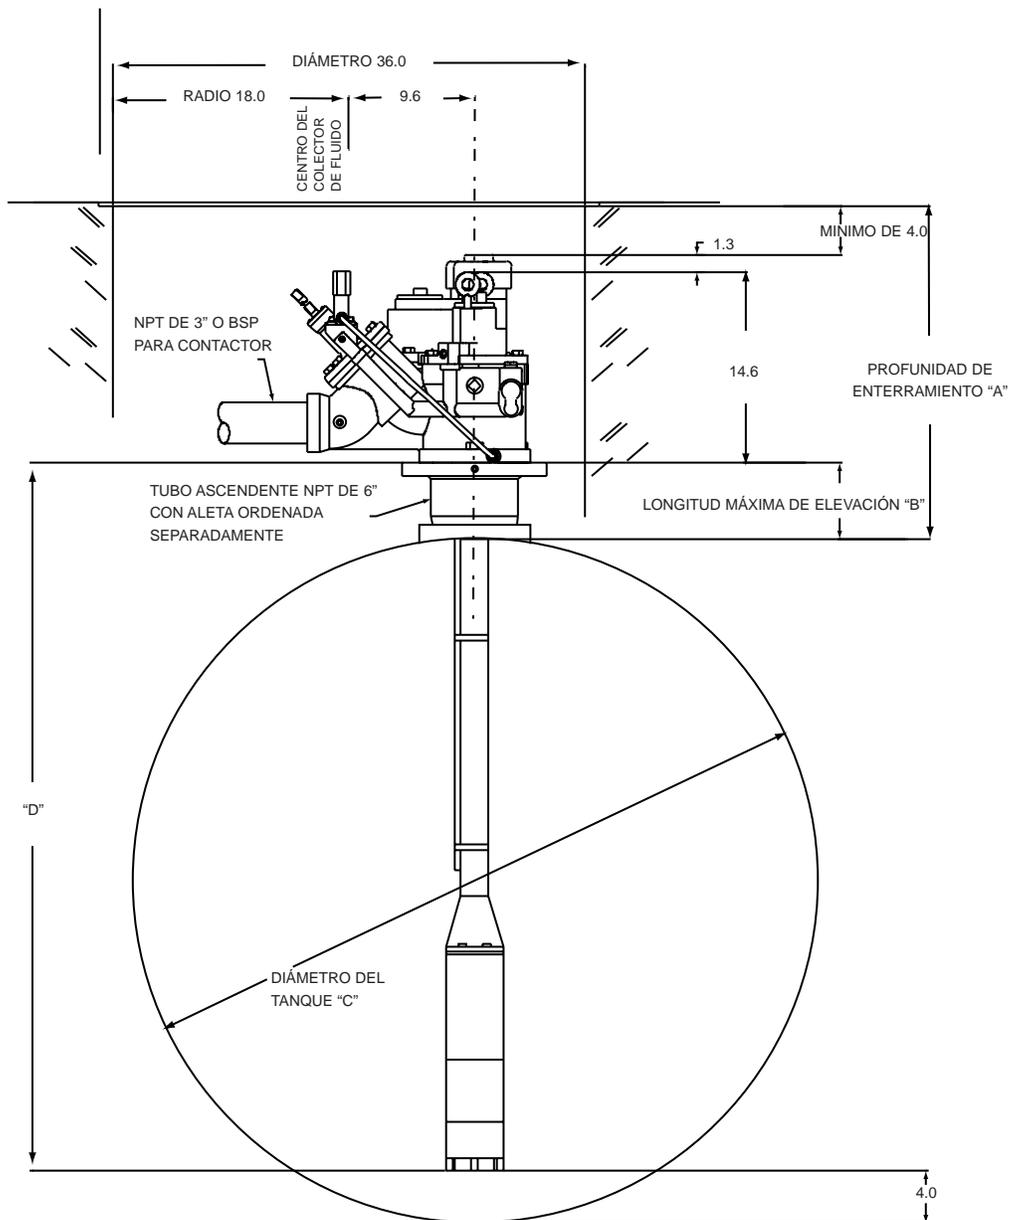

FIGURA 10
4. Después de revisar todo lo mencionado anteriormente, puede completarse el relleno e instalar los registros como se muestra en la Figura 10.